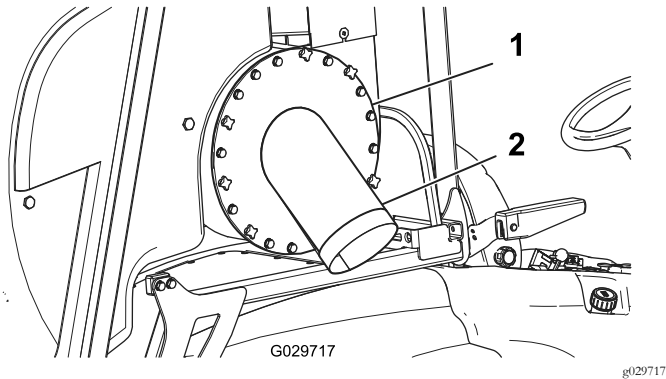

Figura 12
1. Montate la copertura della ventola a turbina sulla ventola utilizzando manopole e bulloni (Figura 12).
6. Fate scorrere l'altra estremità sull'apertura all'estremità della copertura della ventola a turbina (Figura 12) e serrate la fascetta stringitubo per fissarla.